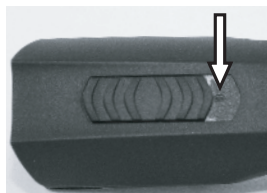

図 4 スイッチOFF位置
2. バリカンのスイッチがOFFの位置(0)である事を確認してください(図4)。
1. スイッチを「0」の位置にします(図4)。